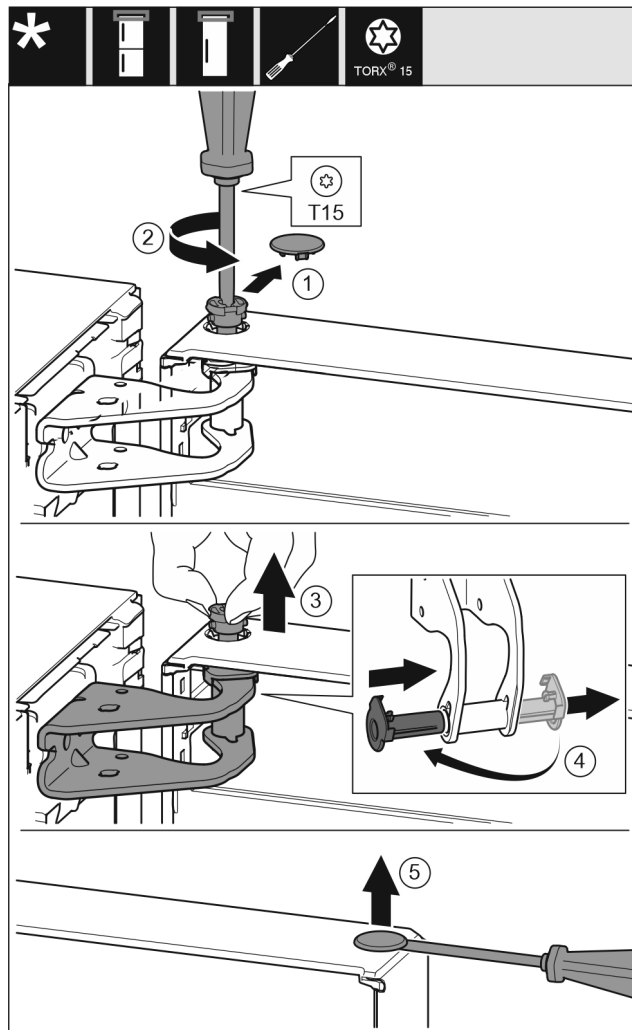

Fig. 9
- Retire la cubierta del seguro con cuidado. Fig. 9 (1)
- Desenrosque un poco el perno con el destornillador T15. Fig. 9 (2)
- Sujete la puerta y extraiga el perno con los dedos. Fig. 9 (3)
- Extraiga el casquillo de cojinete de la guía. Introdúzcalo y encájelo por el otro lado. Fig. 9 (4)
- Levante cuidadosamente el tapón del casquillo de cojinete de la puerta con un destornillador para tornillos de cabeza ranurada y extráigalo. Fig. 9 (5)